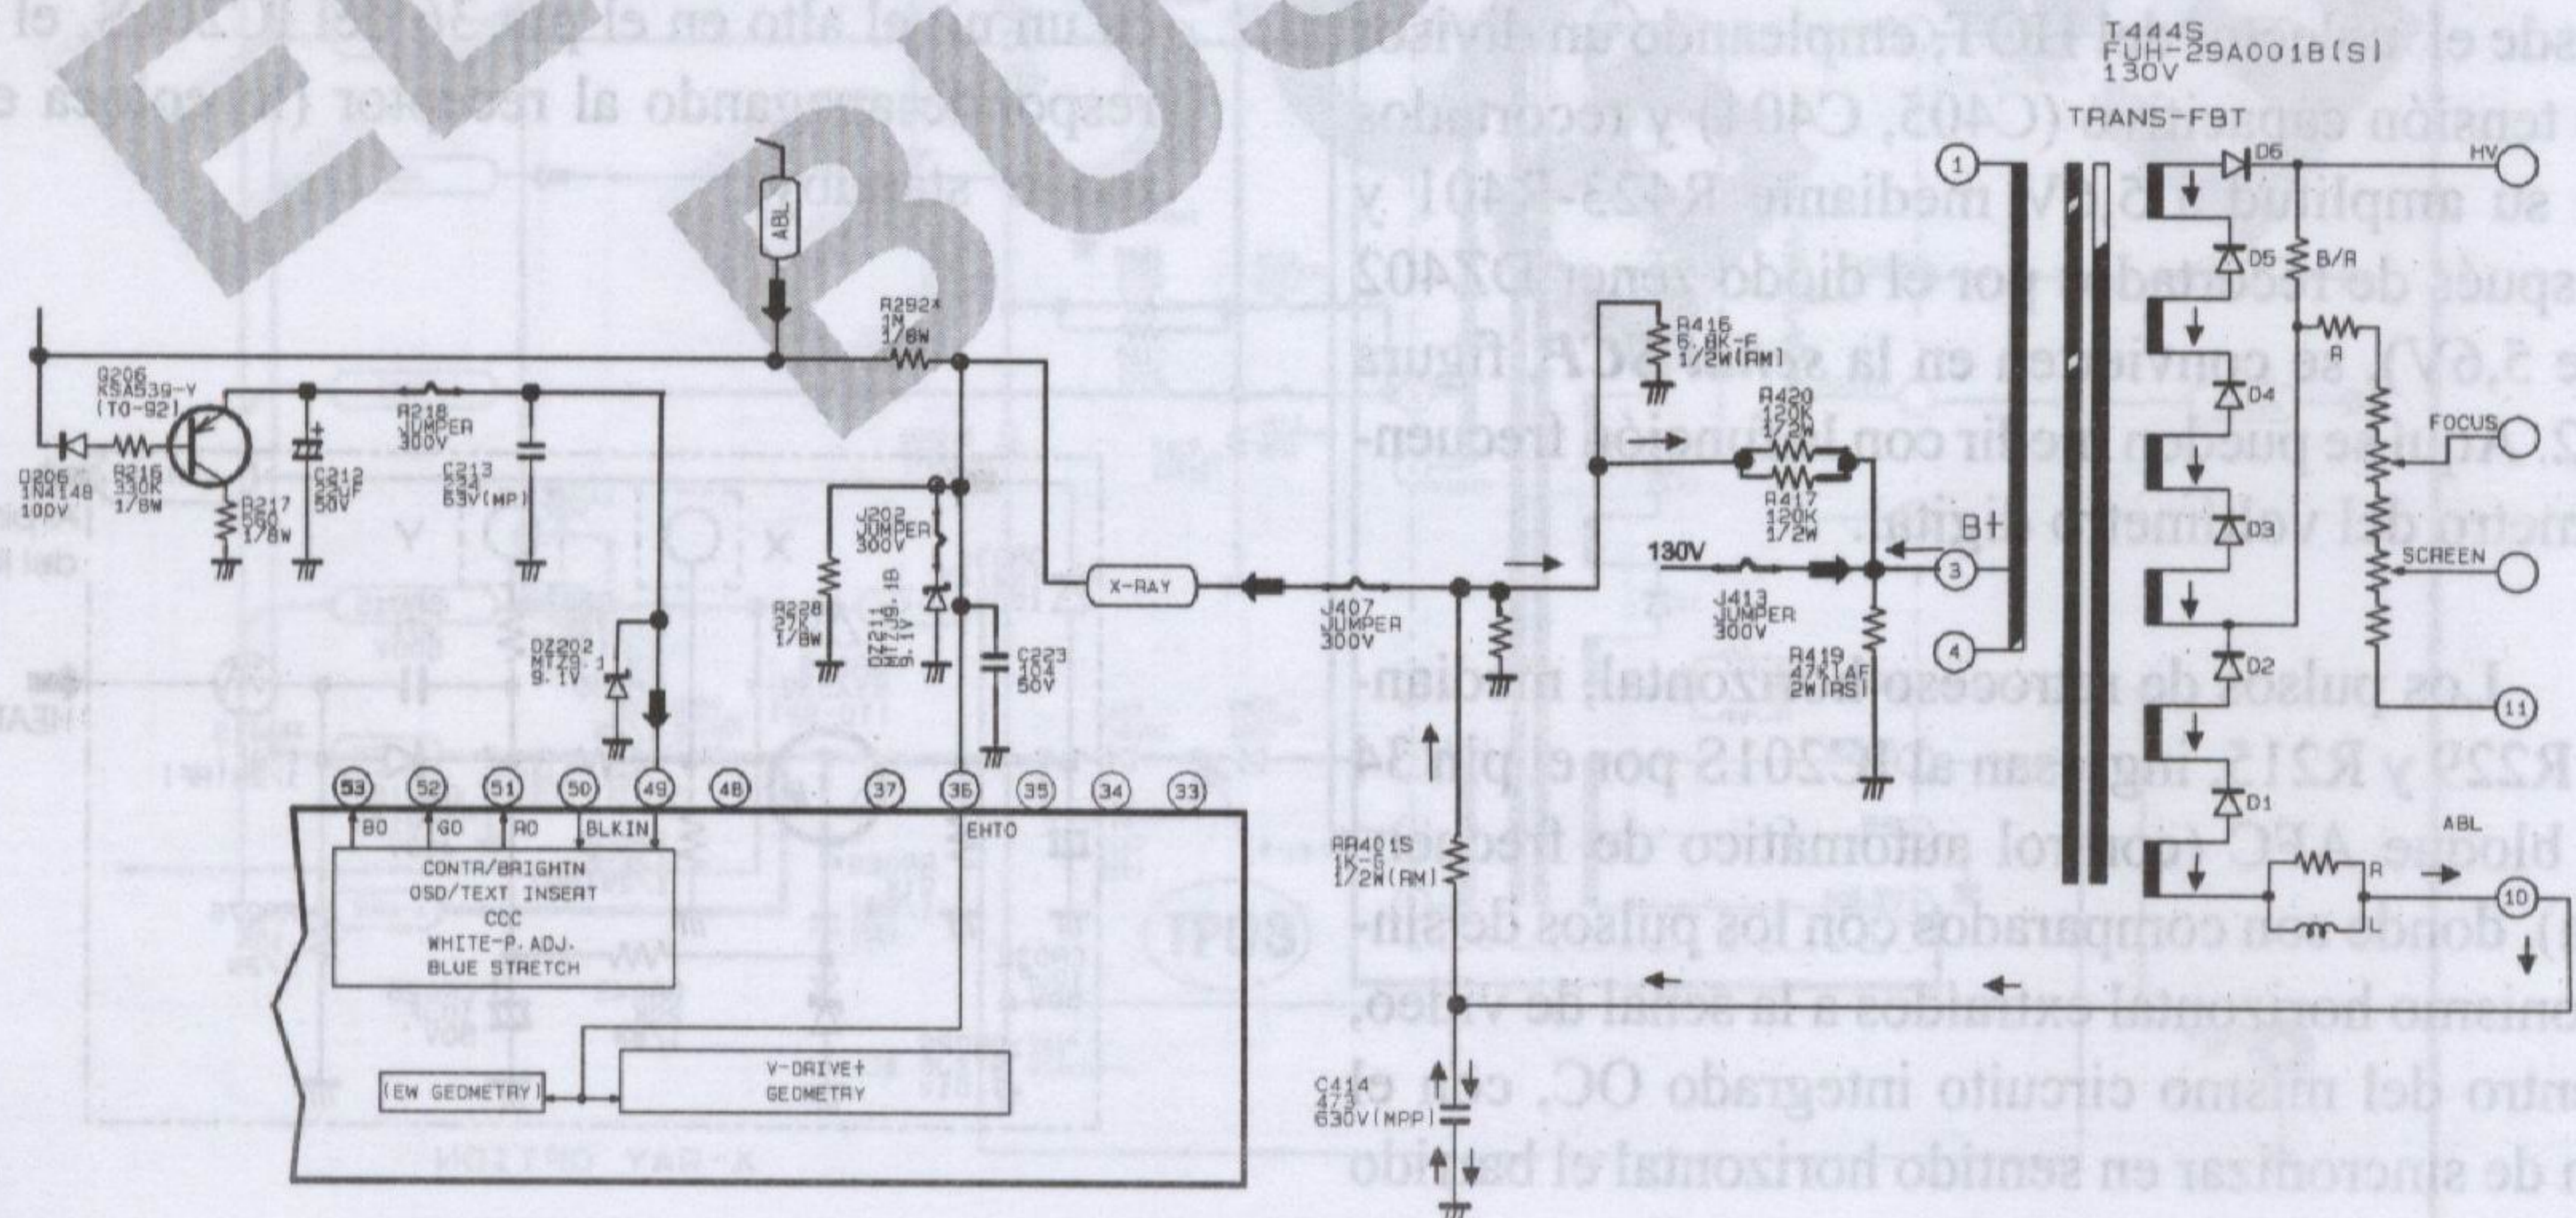

FIGURA-2-4
- Otra tensión de muestreo positiva tomada del suministro de 122V para el primario del flyback a través del paralelo R417-R420, figura 2-4.
Si la alta tensión se incrementa o se decrementa, necesariamente se tiende a incrementar y decrementar el brillo sobre la pantalla y ésta acción es sensada por el pin 36, que actúa internamente sobre los circuitos Este-Oeste (EW) y geometría vertical, para realizar la respectiva corrección sobre el tamaño de la imagen y el brillo de la misma, figura 2-4.